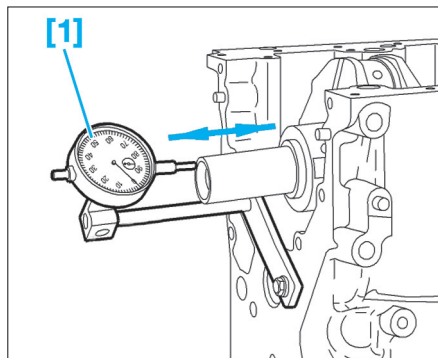

FIG. 47
- [1]. Comparateur et supports adéquats (dépassement des pistons et jeu axial du vilebrequin) (Fig.47).
- Mesurer le jeu axial avec le comparateur [1] situé en bout de vilebrequin (Fig.47) et changer les cales de réglage le cas échéant (voir les valeurs dans "Caractéristiques").